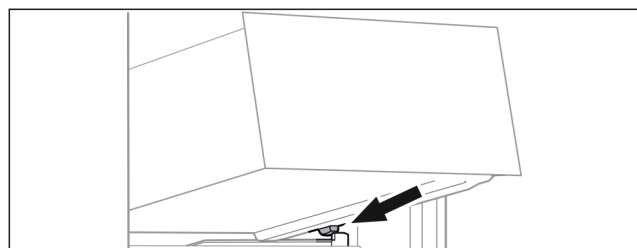

Fig. 15
- Așezați sertarul oblic în spatele opritoarelor pe nervura recipientului Fig. 15 (1).